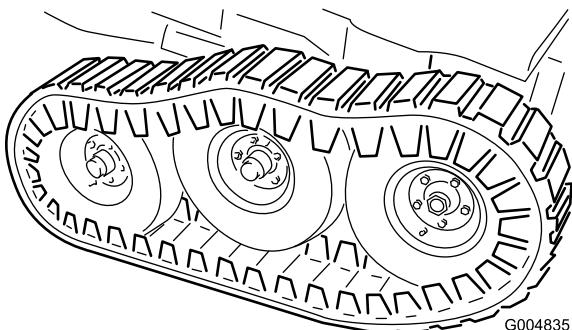

図 54
26. フロアジャッキを下降させて前輪でフレームを支えるようにする。ボギーピボットのスタッド 図 54 に平ワッシャ 1/2 インチとロックナットを取り付けて $102 \text{ Nm} / 10.4 \text{ kg.m} = 75 \text{ ft-lb}$ にトルク締めする。